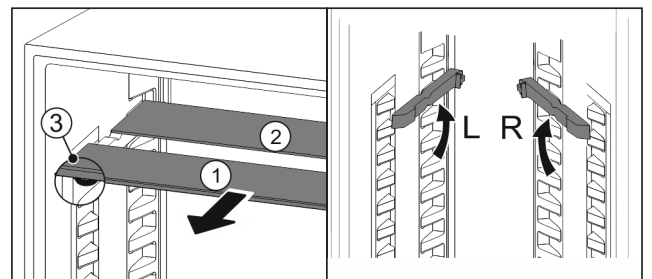

Fig. 54
- ▶ Glasplatten einzeln nach vorne herausziehen Fig. 54 (1).
- ▷ Glasplatte Fig. 54 (1) mit Zierleiste liegt vorne.
- ▷ Stopps Fig. 54 (3) zeigen nach unten.